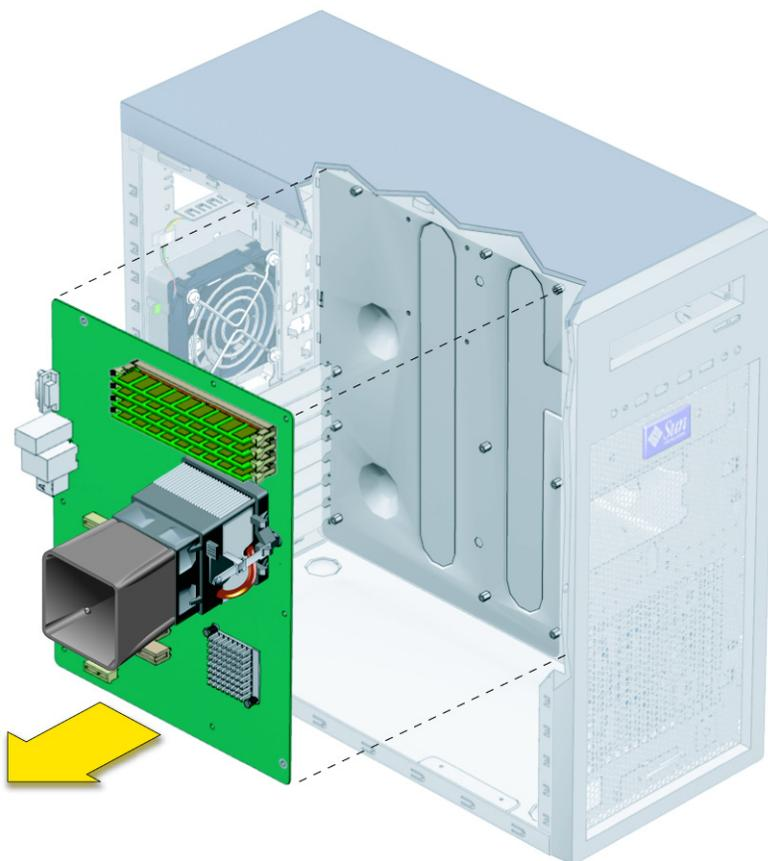

РИС. 4-42 Извлечение материнской платы из корпуса
7. Снимите материнскую плату с корпуса (см. РИС. 4-42).